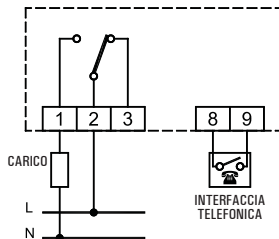

Fig. 3
3. Eseguire i collegamenti elettrici seguendo lo schema di collegamento di Fig. 3.